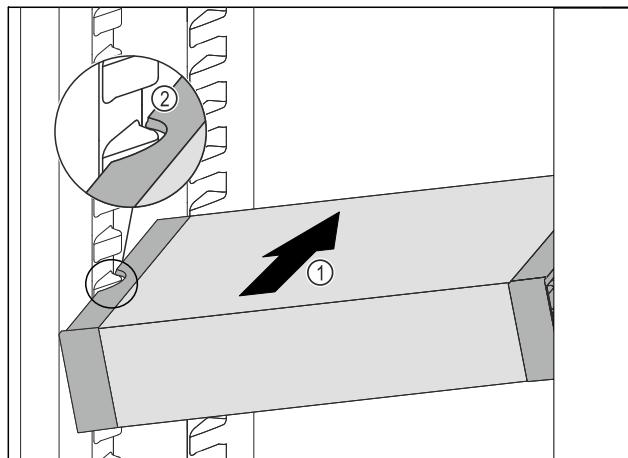

Fig. 76
- Împingeți VarioSafe oblic în frigider Fig. 76 (1), până când degajările laterale Fig. 76 (2) ale VarioSafe se află la înălțimea nervurii recipientului din frigider.